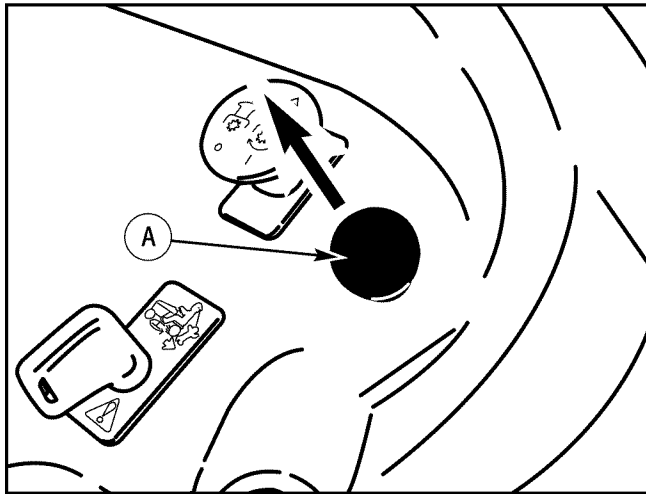

Figura 12: Controlador de velocidad
2. Levante la **perilla del controlador de velocidad** (Figura 12). Libere el **pedal de control de velocidad**. La unidad debe continuar avanzando a la velocidad deseada.